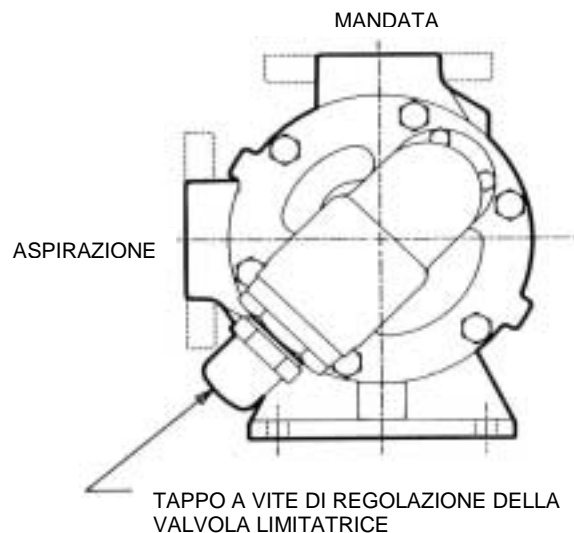

FIGURA 3
3. Il coperchio a vite di regolazione della valvola limitatrice deve essere sempre rivolto verso il lato dell'aspirazione della pompa. Se viene invertita la rotazione della pompa, rimuovere la valvola limitatrice della pressione e girarla sottosopra (Vedere "Rotazione Pompa" a pagina 10 per passi ulteriori richiesti per il corretto funzionamento). **Vedere Figura 3.**